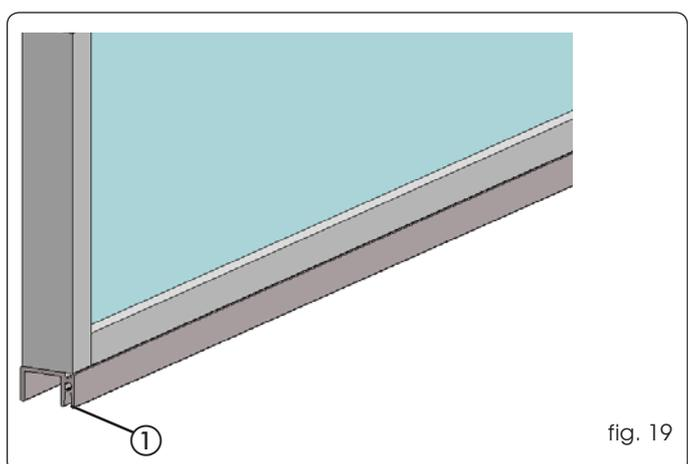

fig. 19
5. Si l'on a prévu d'utiliser la brosse, la placer dans son logement situé sur le profil de coulissement fig. 19 réf. ①.